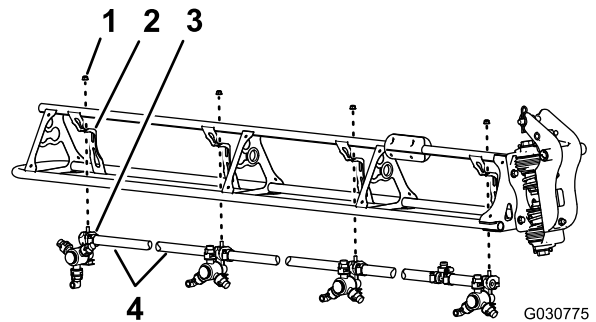

Figure 97
1. Coupez le flexible entre les 2 buses de pulvérisation (Figure 97).
2. Retirez le contre-écrou à embase (5/16") qui fixe la buse de pulvérisation à son support (Figure 97).